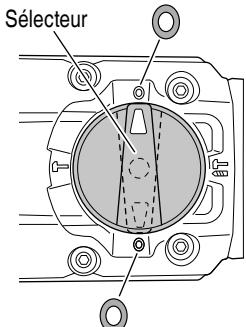

Fig. 14
- (2) Fixer la position de travail d'outils tels que ciseau à froid, etc.
- Alignez ▲ du levier du sélecteur et **○** du couvercle de la manivelle comme illustré à la Fig. 14.